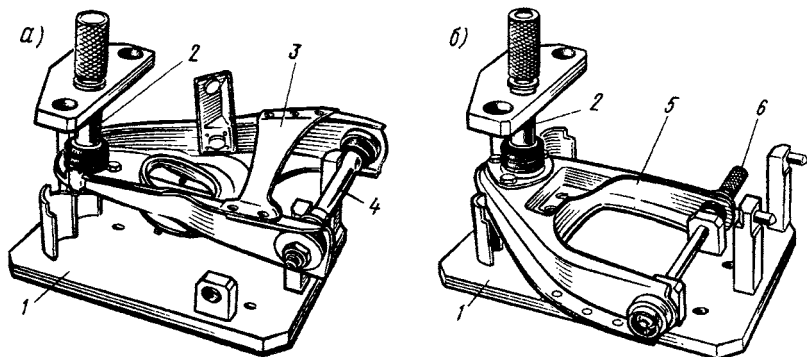

Рис. 31. Проверка деформации рычагов передней подвески:
5. Деформация рычагов подвески. Проверить и заменить деформированные рычаги подвески новыми. Для проверки деформации рычагов передней подвески используют специальное приспособление, которое состоит из основания 1 (рис. 31) с приваренными к нему стойка-
При проверке нижний рычаг 3 (рис. 31, а) передней подвески устанавливают на приспособление таким образом, чтобы оправка 2 для центрирования сочленялась коническим гнездом с конусом пальца шарового шарнира, а установочные пальцы приспособления входили в отверстия оси 4 рычага. При этом оправка 2 должна входить в правое или центральное отверстие приспособления при установке соответственно правого или левого рычага подвески. Признаками деформации нижнего рычага подвески являются плохое сочленение оправки 2 и пальца шарового шарнира, а также невозможность введения без усилия установочных пальцев приспособления в отверстия оси 4 рычага.
При проверке верхний рычаг 5 (рис. 31, б) передней подвески устанавливают в перевернутом положении в приспособлении так, чтобы оправка 2 для центрирования точно совпадала с хвостовиком пальца шарового шарнира рычага, а контрольный палец 6 приспособления проходил в отверстия резинометаллических шарниров рычага. Признаками деформации верхнего рычага подвески являются плохое со-
5. Деформация рычагов подвески. Проверить деформацию рычагов подвески (см. рис. 31), заменить деформированные рычаги.